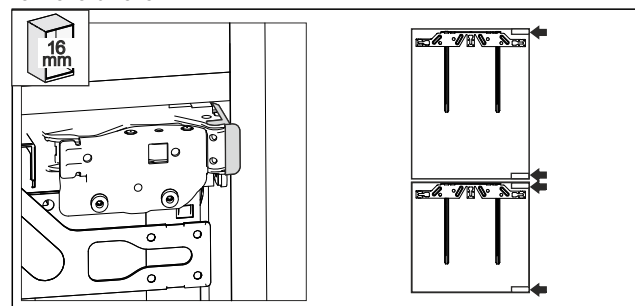

Fig. 53
- Stěna nábytku o tloušťce 16 mm: distanční vložky doléhají na straně závěsů na boční stěnu výklenku nábytku. Fig. 53 ()